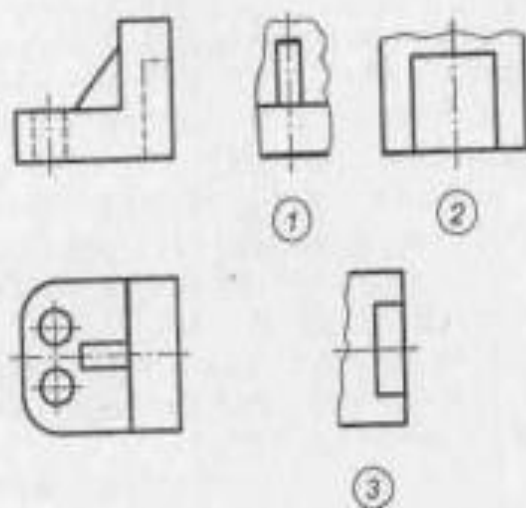

Рис. 47
3.20. На рис. 47 изображены два основных и местных вида детали. Обозначить три указанных местных вида детали.